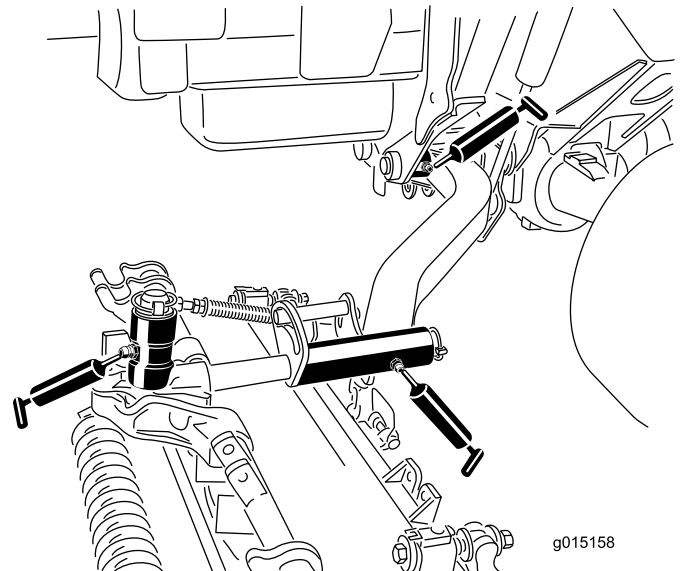

Figure 71
- Bagues de pivot de bras de levage (1 par unité de coupe) (Figure 71)
- Bâti porteur d'unité de coupe (2 par unité de coupe) (Figure 71)
- Pivot de bras de levage d'unité de coupe (1 par unité de coupe) (Figure 71)